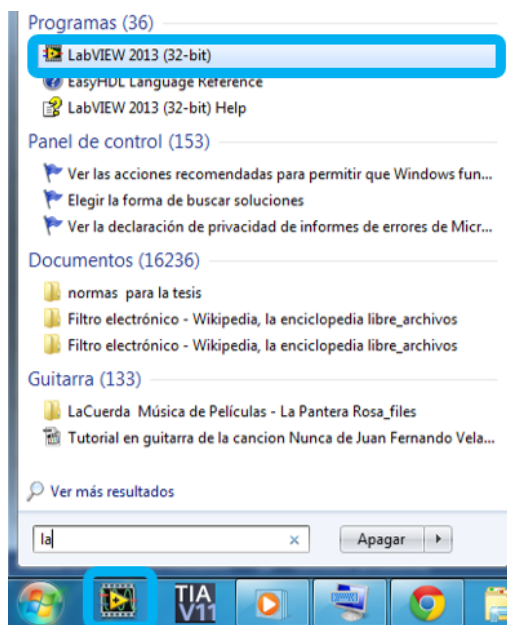

Figura 2.76: Ingreso al software LabView.
1. Abrir el software LabView 2013 como se indica en la figura 2.76 ya sea buscando el software o dando clic en el ícono de acceso rápido del mismo.